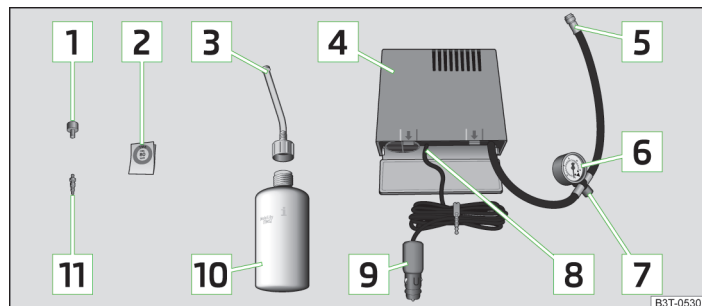

Fig. 183 Componentes del kit de averías
- Pegar la etiqueta adhesiva [\[2\]](#) » fig. 183 de la página 246 sobre el tablero de instrumentos en el campo visual del conductor.
- Agitar la botella de inflado de neumáticos [\[10\]](#) » fig. 183 de la página 246 fuertemente varias veces.
- Enroscar el tubo flexible [\[5\]](#) » fig. 183 de la página 246 del compresor de aire firmemente en la válvula del neumático.